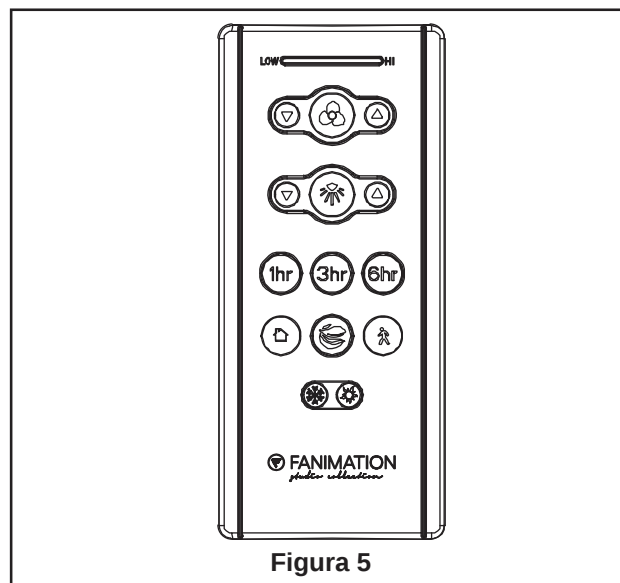

Figura 5
- ☐ 5. Asegure el vidrio en la ensamble de kit de luz girándolo en el sentido de las agujas del reloj y sin apretar demasiado. (Figura 5)
7. Funciones del control remoto: (Figura 5)